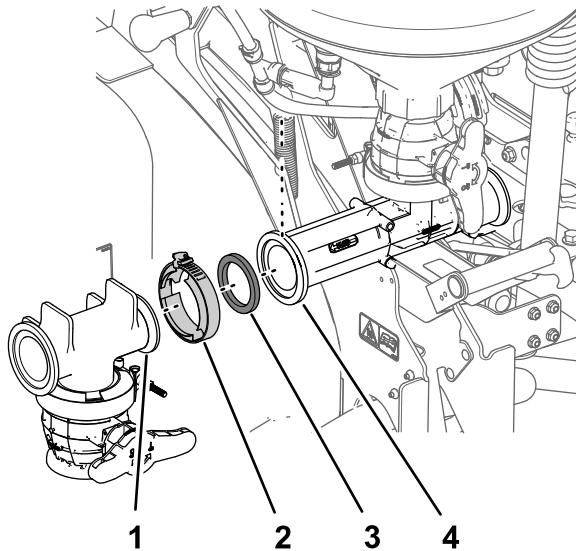

図 24
1. ドレンバルブ用のT字フィッティングのフランジを、エダクタの前側フランジに合わせる図 24。
2. ガスケットとフランジ付きクランプを使って、T字 フィッティングをエダクタに組み付け、クランプを手締めする図 24。